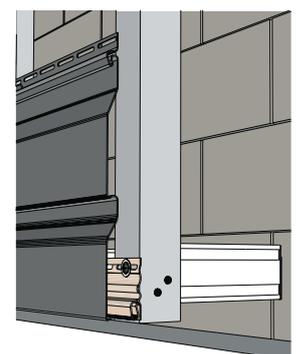

Рисунок 84
- 19.1** Смонтируйте первую панель сайдинга, соблюдая общие правила монтажа, заведя ее в стартовую планку (рис. 84).